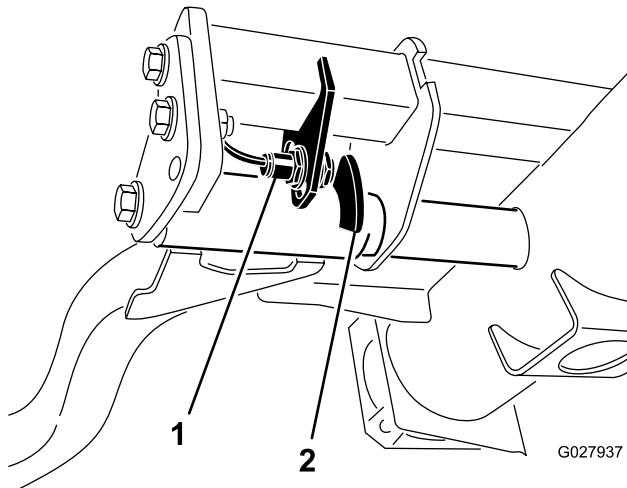

Рисунок 39
- Переключатель подъемного рычага расположен под гидравлическим баком позади переднего правого подъемного рычага (Рисунок 39).